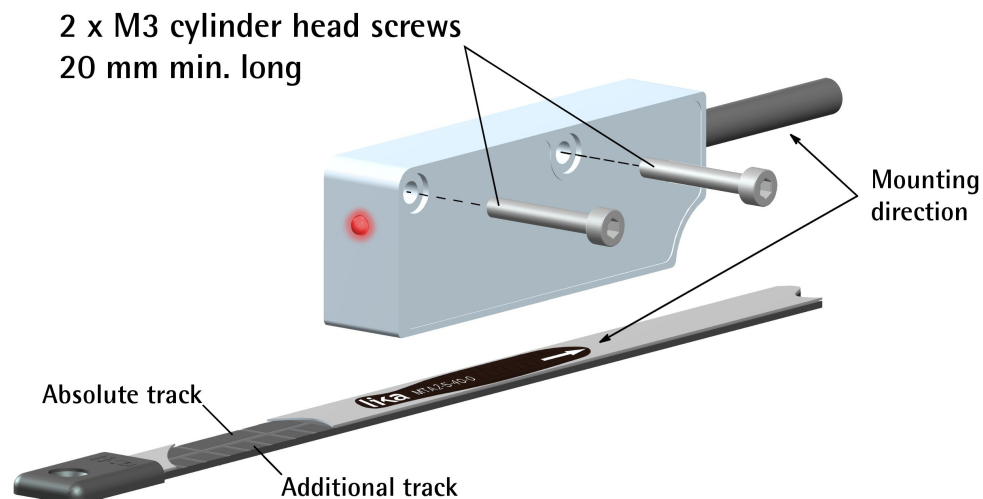

Figura 1
L'encoder lineare SMA21 è stato progettato per realizzare un sistema di misura per lunghe corse fino a 32.749 mm su macchine automatiche e automazioni in genere. Il sistema è composto da una banda magnetizzata, un sensore magnetico e l'elettronica di conversione. La banda è magnetizzata con campi magnetici alternati nord/sud e può presentare due tracce: una traccia assoluta su un lato e una traccia per segnali incrementali sull'altro (solo su specifici modelli, si veda la Figura 1). A seguito della traslazione dell'encoder sulla banda senza contatto, il sensore rileva lo spostamento e restituisce in uscita un'informazione di posizione assoluta attraverso le interfacce seriali SSI (codici di ordinazione SMA21-GGx-..., SMA21-G1x-... e SMA21-BGx-...), BiSS C-mode (codice di ordinazione SMA21-SCx-...) o RS-485 (codice di ordinazione SMA21-JP1-...).
La Figura 1 mostra come il sensore e la banda debbano essere appaiati; si badi che la banda MTA-A154 può presentare una traccia assoluta su un lato e una traccia per segnali incrementali sull'altro (si veda la Figura 1), in tutti i casi prevede una precisa direzione di montaggio!
Il sistema non può funzionare se montato diversamente da come mostrato nella Figura 1.
Si badi che la banda MTA-A154 può presentare una traccia assoluta su un lato e una traccia incrementale sull'altro (si veda la Figura 1), in tutti i casi prevede una precisa direzione di montaggio!
3.4 Lunghezza di misura (Figura 1)
L'area del sensore deve essere sempre compresa completamente entro i limiti della superficie magnetica della banda, pertanto la **massima lunghezza di misura** corrisponde alla lunghezza massima della banda cui è sottratta la lunghezza della testina (e due ulteriori sezioni di sicurezza a entrambi gli estremi ciascuna della dimensione di due poli). Per esempio: se la corsa della vostra applicazione è di 5.000 mm, la lunghezza della banda da installare sarà quindi: 5.000 mm (lunghezza di misura \textcircled{d}) + 63 mm (dimensione della base della testina \textcircled{c} , si veda anche la Figura 1) + 2 x 2 mm (dimensione di due passi polari per motivi di sicurezza \textcircled{b}). Aggiungere eventualmente 1 cm \textcircled{a} nel caso in cui si montino i terminali opzionali. La somma dei valori \textcircled{a} + \textcircled{b} dovrà essere riportata per entrambe le estremità della banda. La banda dovrà avere perciò una dimensione minima di 5.071 mm.
4.7 Direzione di conteggio standard (Figura 1)
La direzione di conteggio positiva (informazione crescente) si ottiene quando il sensore muove sulla banda nella direzione indicata dalla freccia bianca di Figura 1. Nell'interfaccia BiSS la direzione di conteggio può anche essere impostata di modo che l'informazione crescente sia fornita quando il sensore muove sulla banda della direzione opposta rispetto a quella indicata dalla freccia bianca di Figura 1. Per ulteriori informazioni riferirsi al parametro **Direzione di conteggio** nel registro **Configurazione** a pagina 31. La direzione di conteggio non può essere modificata nelle interfacce SSI e RS-485.